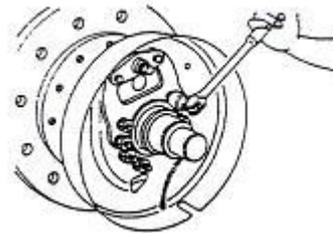

Рисунок 2-16
6) Снимите E-образное стопорное кольцо, используемое для крепления тормозного троса к опорному диску тормоза. Затем выкрутите монтажный болт опорного диска тормоза и снимите опорный диск тормоза с ведущей оси. См. Рис. 2-16